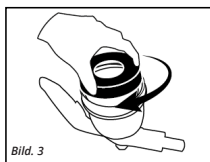
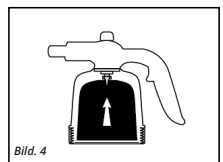

Bild. 3
Bild. 4
5. Drehen Sie das Gerät auf den Kopf und schrauben dann den Deckel des Kartuschenfachs wieder zu. Mit dem Drehen wird die Gaskartusche durch den Stich gestochen. [Bild 3, Bild 4]